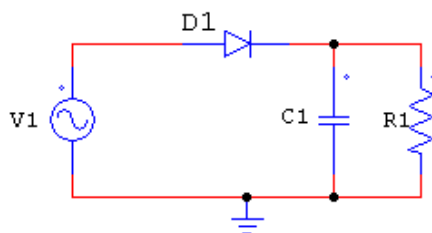

Figura 2. Rectificador de media onda con carga RC
4. Compruebe el efecto de utilizar los mismos valores de resistencia y condensador con un rectificador de media onda como el representado en la Figura 2. Mida el rizado pico a pico y el valor medio de la tensión en la resistencia y calcule el valor del factor de rizado para establecer la comparación. Mida la corriente por la fuente $V1$ y valore las diferencias con la medida realizada para el rectificador de onda completa.